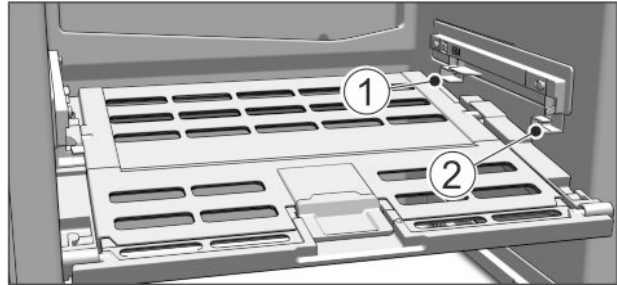

Fig. 16
- ▶ A zöldséges & gyümölcsös rekesz fedelének behelyezése: Alulról vezesse be a fedél bordáit a hátsó tartóba *Fig. 16 (1)*, elől pedig pattintsa be őket a tartóba *Fig. 16 (2)*.